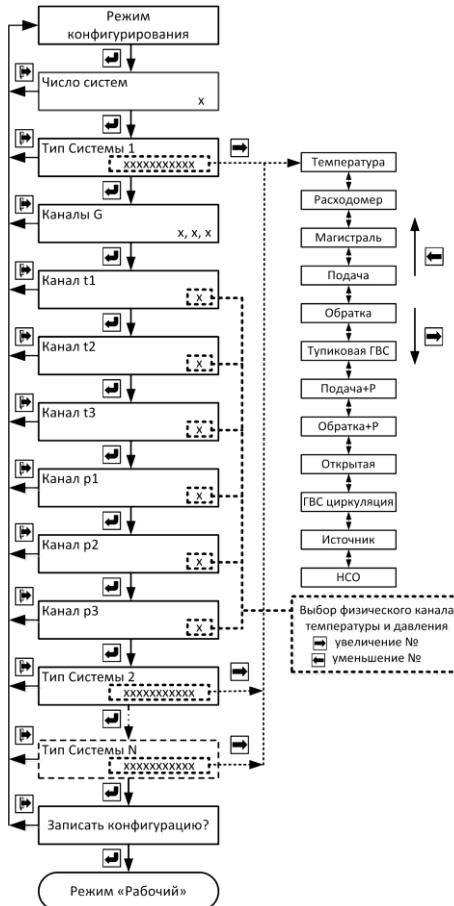

Рис. 7.2
7.2.2 Порядок перехода между окнами в «Режиме конфигурирования» изображён на рис. 7.2. Выбор количества систем и типа каждой системы осуществляется при помощи кнопок «вправо» или «влево», переход к следующей системе – кнопкой «вход». Выход из «Режима конфигурирования» без записи конфигурации – кнопкой «выход».
Рис. 7.2а
Рис. 7.2б